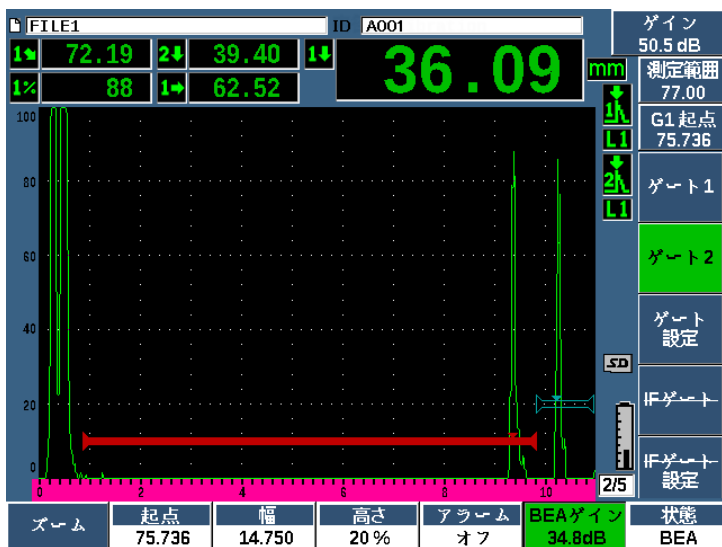

図 11-32 底面ゲインを調整
2. 手動でゲインを調整または 2ndF、（自動 XX%）を押し、自動的に BEA ゲートのエコーを基準の高さ（XX%）に調整します（274 ページの図 11-32 参照）。